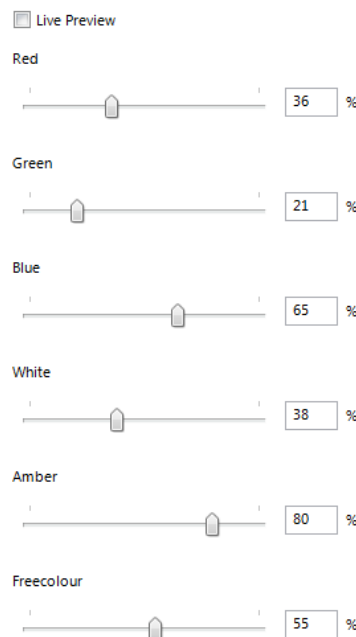

Abbildung 209: Auswahl eines Farbwerts beim Farbentyp RGBWAF.
- **RGBWAF** (siehe Abbildung 209): Bei diesem Farbentyp wird die Lichtfarbe durch die Mischung aus bis zu sechs vordefinierten Farbkanälen bestimmt. Der Name des Farbentyps ergibt sich aus den Farben dieser Kanäle: Rot (red), Grün (green), Blau (blue), (kalt) Weiß (white), Bernstein gelb/warm weiß (amber) und frei (freecolour). Für jeden Kanal kann ein Wert von 0% bis 100% eingestellt werden. Zu beachten ist, dass ein EVG, das diesen Farbentyp unterstützt, auch nur über einen Teil dieser Kanäle verfügen kann (z.B. nur rot, grün und blau).